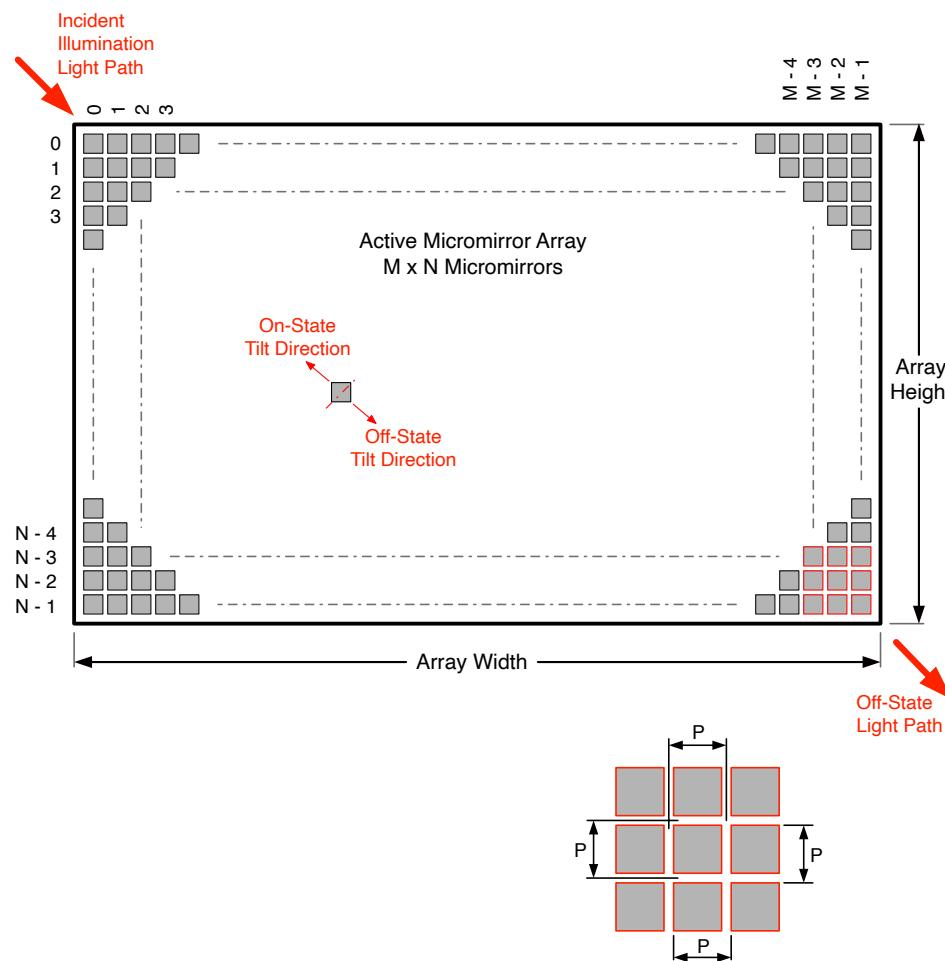

図 5-15. マイクロミラー アレイの物理特性
- (1) 図 5-15 を参照してください。
(2) アクティブ アレイの周囲にある境界の構造と品質には、マイクロミラーの池 (POM) と呼ばれる、部分的に機能するマイクロミラーのバンドが含まれています。これらのマイクロミラーは構造的および / または電気的に、明るい状態またはオン状態へ傾けることを防止しますが、オフ状態へ傾けるには電気的バイアスが必要です。